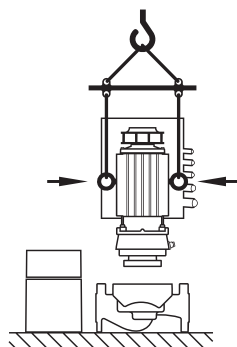

Fig. 9: 运输电机
- 如果有必要，例如在维修的情况下，可以将运输用吊环从电机法兰转移到电机外壳上（例如请参见 Fig. 9）。运输用吊环安装到电机外壳上之前，从运输用吊环的开口（Fig. 7，位置 20b）中旋出定距架（请见第10.2.1“更换机械密封”，第 42 页）。